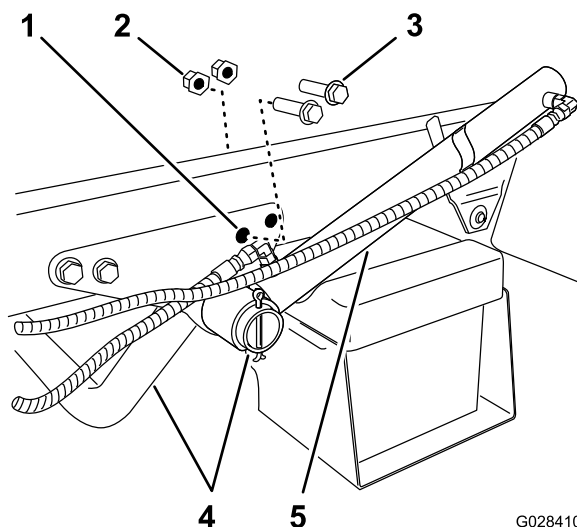

Figura 6
1. Demontai cele 2 uruburi cu guler din spate i cele 2 contrapiuli cu guler care fixează suportul tubului motorului pe cadrul mainii (Figura 6).
2. Rotii cilindrul de ridicare pentru a crea spațiu pentru instalarea suportului de fixare pentru sania rezervorului (Figura 6).